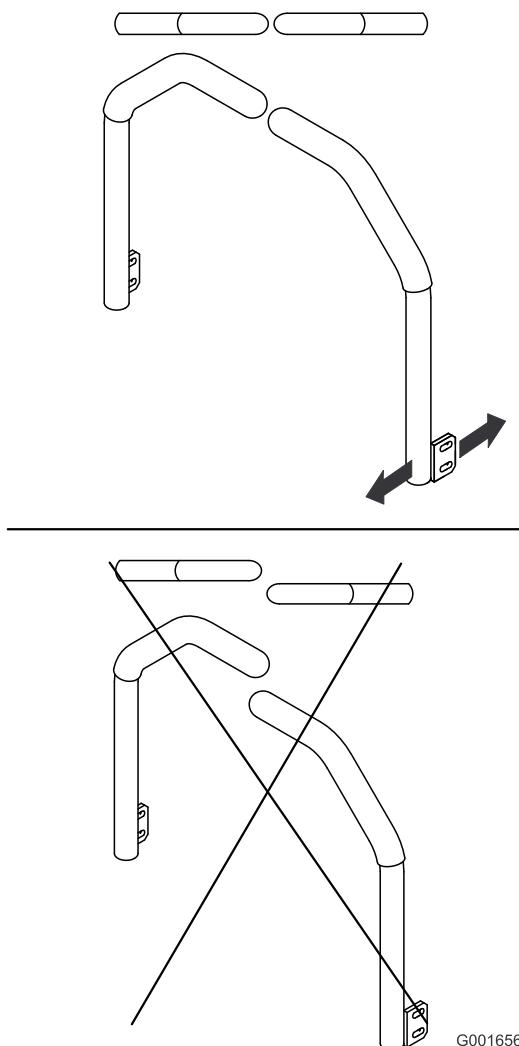

Figure 84
5. Réglez les leviers de commande de sorte à les aligner et serrez les boulons de fixation des leviers aux montants (Figure 84).